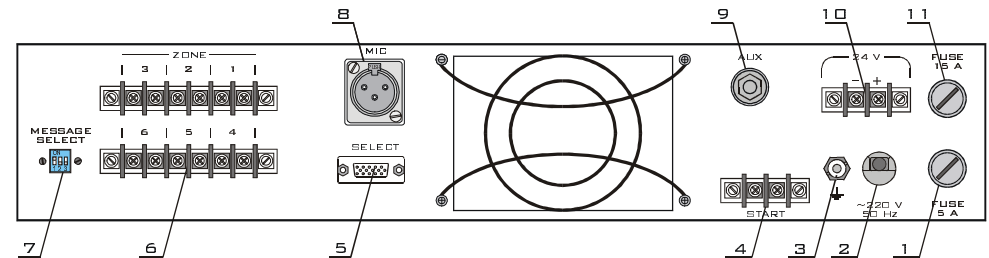

Рисунок 4
9.2.2. Розміщення клем та гнізд для підключення на задній панелі комплексу та їх призначення вказано на рис. 4.